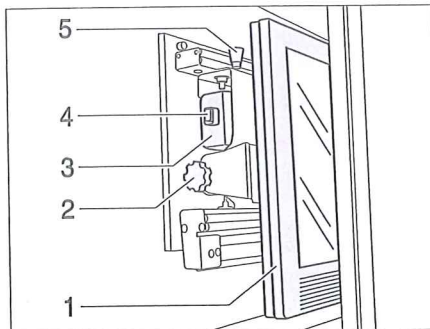

Bild 57 TV-skåp
- Tryck på låsknappen (Bild 57,5) och drag, med handtaget (Bild 57,4), fram fästet för den platta bildskärmen till stoppläget.
- Drag ut låsknappen (Bild 57,1) och vrid den platta bildskärmen (Bild 57,2) till önskat läge.
- Lossa den räfflade skruven (Bild 57,3).